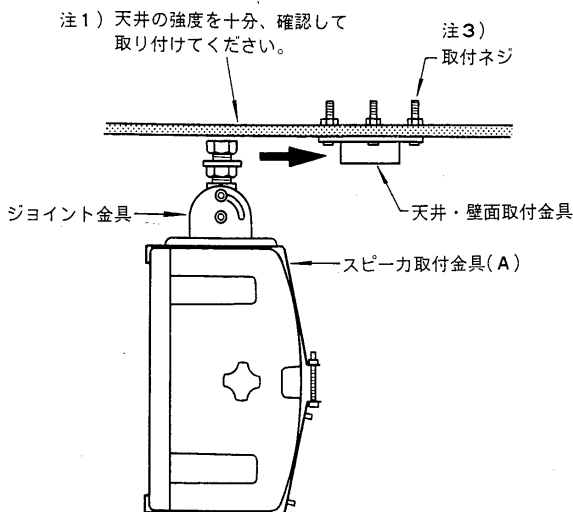

図4
⑥スピーカ本体側のジョイント金具を天井の取付金具に取り付けてください。(図4)
④スピーカ取付金具(A)にジョイント金具を図4の方向に取り付けてください。
⑤天井・壁面取付金具を天井に取り付けてください。(図4) (取付ネジ穴φ9mm)